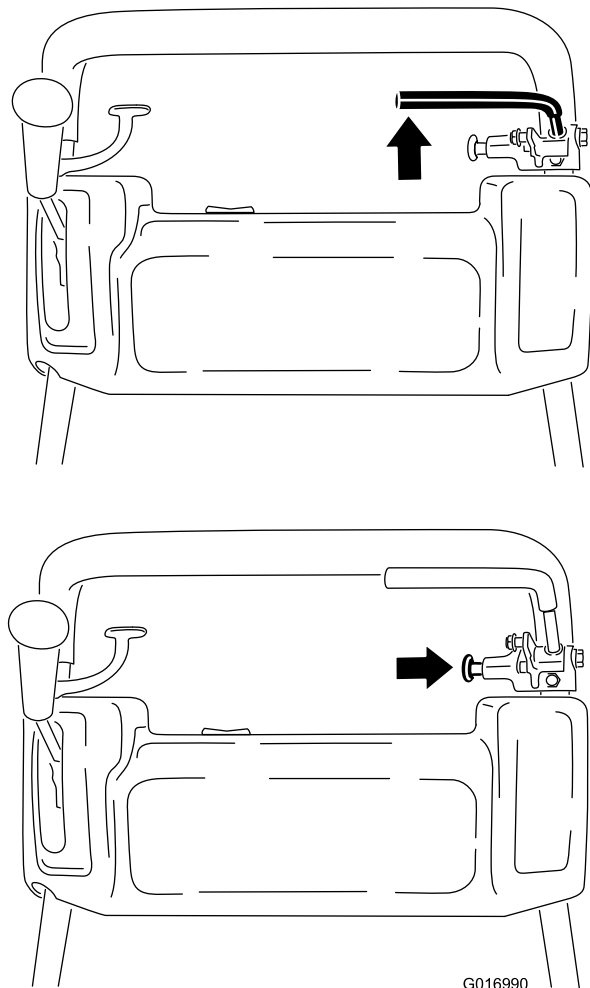

Figura 31
1. Engate totalmente o travão de serviço e empurre o manípulo do travão de mão para permitir que o travão de serviço apoie no pino do travão de mão (Figura 31).